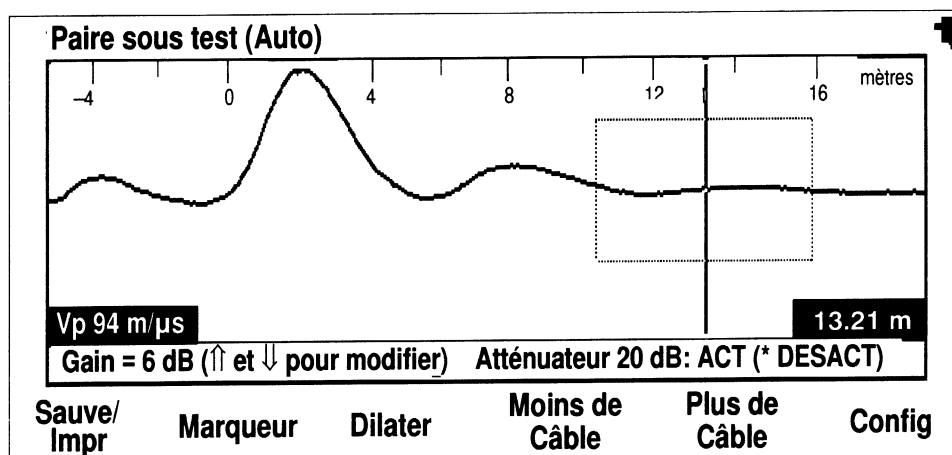

Figure 1-6 : Écran de mesure automatique
6. Appuyez sur la touche Sortir. L'appareil affiche à présent l'écran de mesure et effectue automatiquement l'acquisition d'une courbe (voir figure 1-6).
1. L'appareil TS100 doit maintenant afficher un écran de mesure (figure 1-6). Appuyez sur la touche Config.